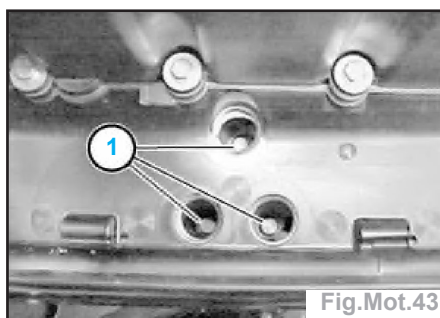

Fig.Mot.43
- Déposer les vis (1) (Fig.Mot.43).
- appliquer de la pâte à base de cuivre CRC sur le filetage des vis (1) (Fig.Mot.43),
Attention : pour éviter d'endommager le filetage et de provoquer une fuite sur le turbocompresseur, il faut serrer les vis (1) simultanément de **1/2 tour** (Fig.Mot.43).